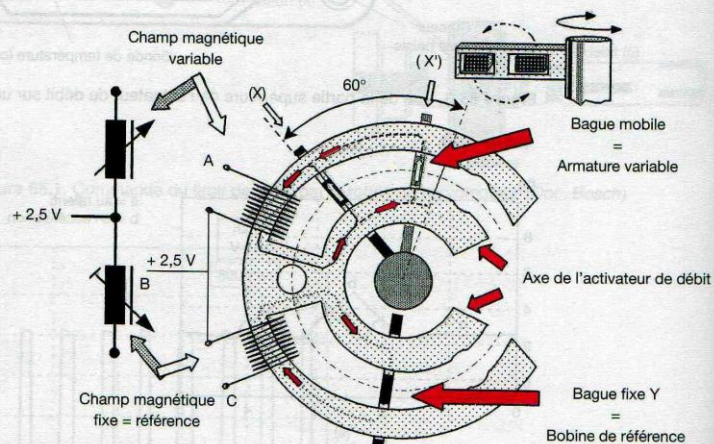

Figure 65.6. Réalisation du capteur de position de type « inductif » sur la pompe d'injection Bosch « VE... E » (Doc. Bosch)
L'une des bobines (Y) appelée « bobine de référence » comporte une armature fixe (fig. 65.6).